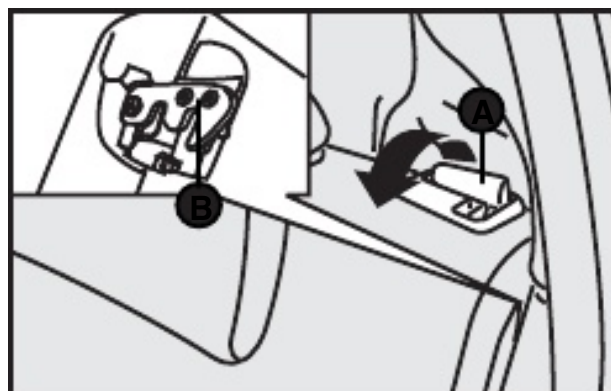

fig. 92
3) Desengatar o encosto, movendo as alavancas laterais **A-fig. 92** no sentido da seta liberando o encosto do engate **B-fig. 92**.
- Levantar o encosto do banco, empurrando-o para trás até perceber o bloqueio das travas laterais. Lembrar-se de regular a inclinação do encosto através do mecanismo **B-fig. 92**;